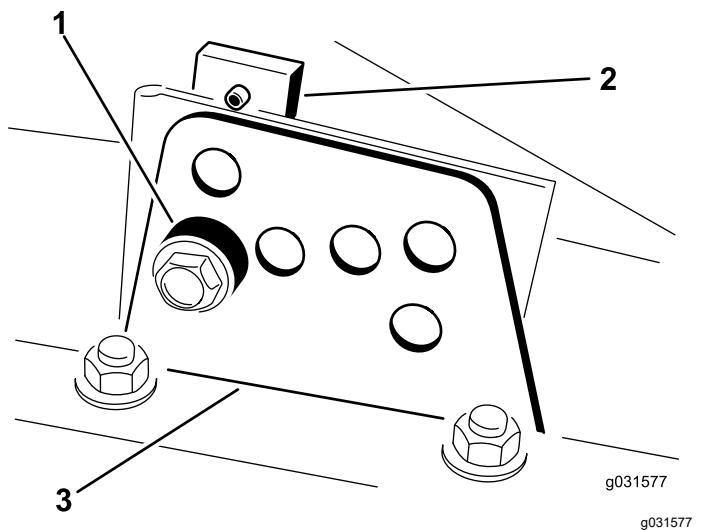

Figura 19
2. Afloje el perno que sujetla cada soporte de altura de corte a la pletina de altura de corte (delante y en cada lado), tal y como se muestra en la Figura 19.
4. Sujetando la cámara, retire el espaciador (Figura 19)